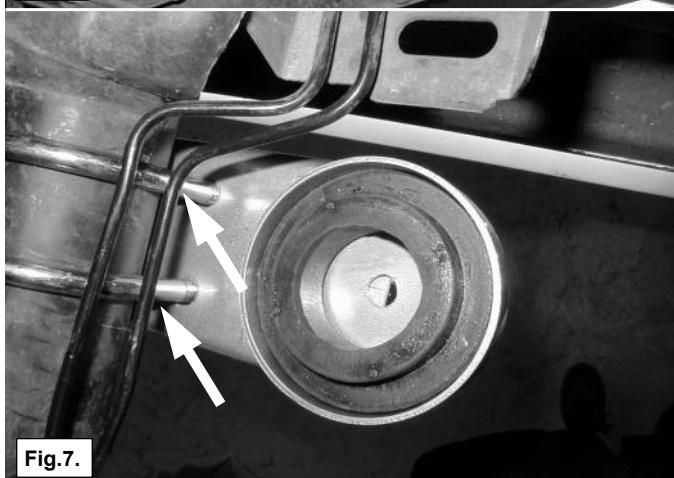

Fig.7.
- Haal de remleiding aan de as los uit de klemmen. Monteer veerhouder B met de U-bouten onder de as. Let er op dat de veerhouder recht onder en recht staat ten opzichte van de veerhouder A. Zie fig. 7, en 8. Verbuig de remleidingen voorzichtig zodat deze de U-bout niet kan raken en monteer ze terug in de klemmen.